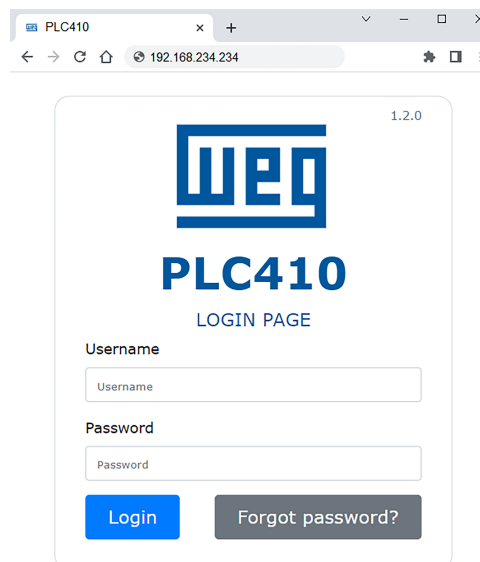

Figura 15.1: Página web do PLC410
- 3) Abra um navegador web e digite o respectivo IP da conexão. A página web do PLC410 será aberta conforme a Figura 15.1 na página 15-1, e mostrará a tela de login do produto. Para o primeiro acesso utilize "weg" para Username e "weg" para Password.